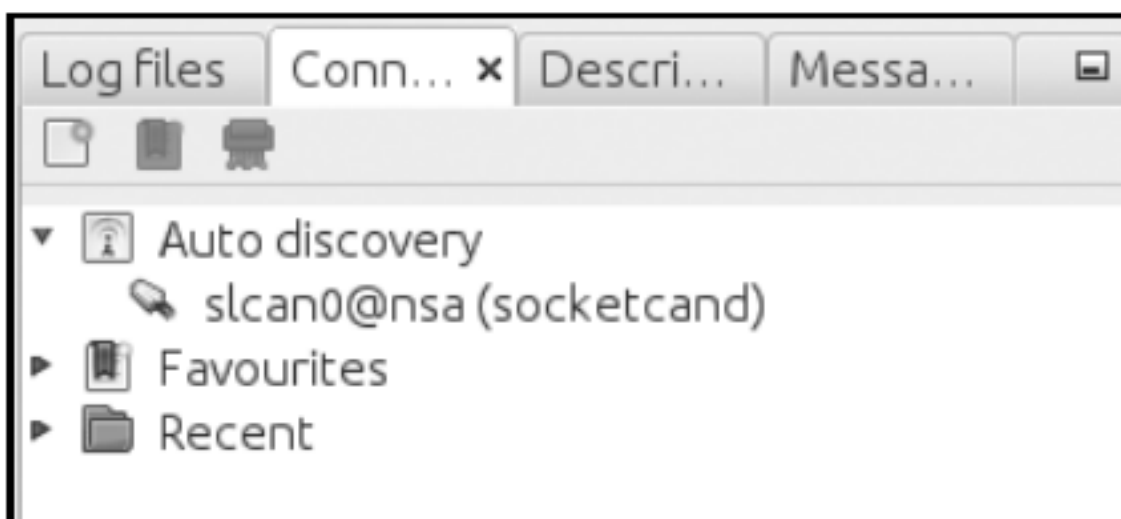

Рисунок 3-4: Поиск Auto Discovery на вкладке Connections
3. Щелкните вкладку **Connections** справа; ваш socketcand должен появиться в разделе **Auto Discovery** (см. рисунок 3-4).